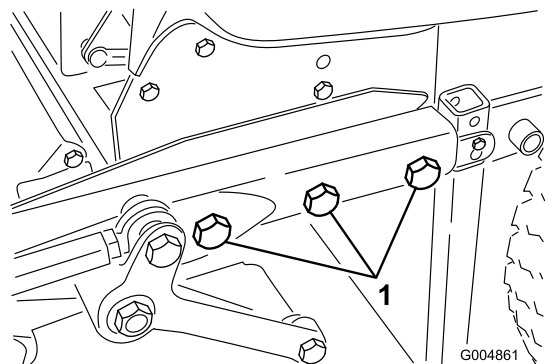

Figure 7
4. Roulez le tablier d'été et le cadre en position et montez les cinq boulons (3/4 po), rondelles et écrous qui fixent le cadre du tablier au cadre arrière (Figure 7). Enlevez les goupilles du vérin de levage pour accéder aux boulons sur le côté droit. Serrez les boulons à 359 Nm (265 lb-pi).